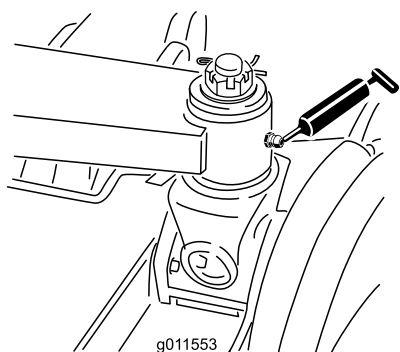

Figura 73
- 6 boccole del braccio di sollevamento principale (Figura 72 e Figura 73)